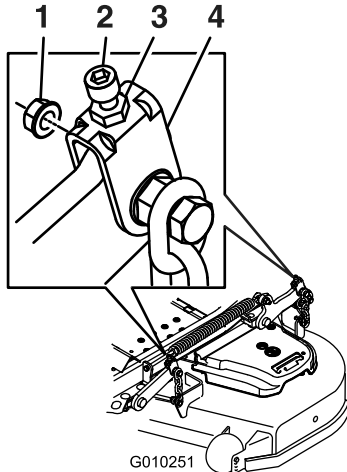

Figure 89
jusqu'à obtention de 7,6 mm (3 po) de hauteur (voir Figure 89).
- Ajustez précisément la vis de réglage en la tournant jusqu'à obtention de 8,3 mm (3-1/4 po) de hauteur (Figure 89).